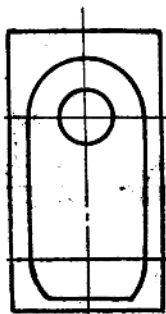

图1-15 冲点位置
①直线的端点及中点(三点)均要冲点。较长直线的冲点数目, 在直线部分还要适当增加;
②圆和圆弧冲点数目必须在四个以上;
③冲点位置首先落在各线的交点和接点上, 其余地方的点以相等的间隔冲点(图1-15)。